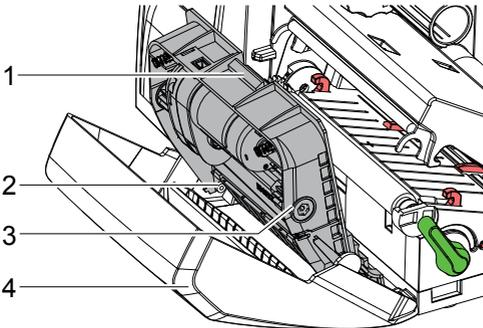

Figure 20 Démontage du massicot
- ▶ Tourner l'axe (6) avec un tournevis Torx TX10 dans le sens des aiguilles d'une montre jusqu'à ce que les crémaillères (7) soient dégagées.
- ▶ Retirer la lame supérieure (9) des guides (8).
- ▶ Retirer la lame inférieure (10).
- ▶ Engager la lame inférieure par le dessus dans les arrêts (11).
- ▶ Si nécessaire, remettre les ressorts (12) dans leurs logements (13).
- ▶ Pour remonter la lame supérieure appuyer la lame inférieure sur la face avant, engager la lame supérieure dans le guide et la déplacer vers le haut jusqu'à ce que les crémaillères (7) soient en contact avec les roues dentées (5).
- ▶ Tourner l'axe (6) avec un tournevis Torx TX10 dans le sens inverse des aiguilles d'une montre jusqu'à ce que la lame atteigne la position d'arrêt supérieure.
5. Accrocher le bloc-massicot (3) dans les axes (2) d'après la figure 20 et pivoter jusqu'à l'enclenchement dans la face avant (4).